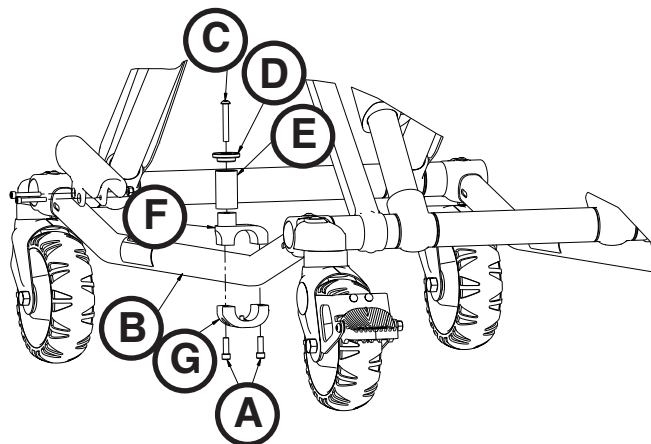

Figura 54
3. Con un destornillador Torx T30, extraiga los dos tornillos de cabeza plana (A) que fijan el poste de sujeción de la camilla al tubo de la base (figura 54). Deseche los tornillos y el poste de sujeción de la camilla.
4. Introduzca el tornillo de cabeza redonda (C) a través de la tapa del poste de sujeción (D) y del tubo del poste (E), y seguidamente en el soporte del pasador superior (F) (figura 54).
5. Con una llave hexagonal de 5/32", apriete el tornillo de cabeza redonda (C) totalmente para fijar la tapa del poste de sujeción (D) y del tubo del poste (E) al soporte del pasador superior (F) (figura 54). Con una llave dinamométrica, apriete el tornillo a 11,3 - 15,8 Nm (100-140 pulg-lb).
6. Monte el poste de sujeción de la camilla a través del tubo de la base. Alinee los orificios de los soportes e introduzca dos tornillos de cabeza hueca (A) en los orificios roscados del soporte inferior del pasador (G) (figura 54).